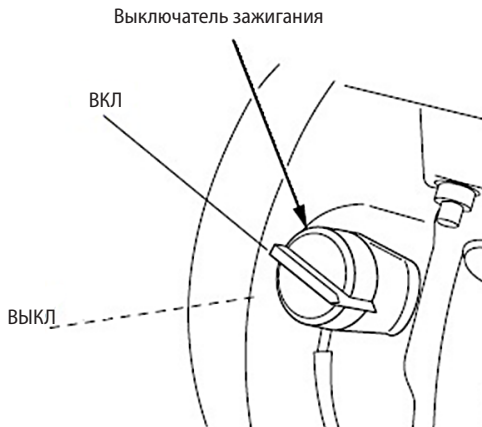

Рисунок 8
- Поставьте выключатель зажигания в положение «ВКЛ» (рисунок 8).